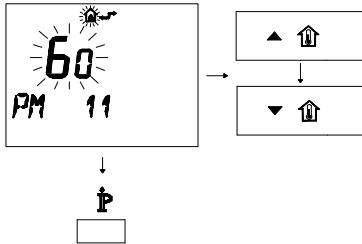

Figura 5.58
- Per modificare il SET programmato agire sui pulsanti \uparrow o \downarrow e aspettare che il numero programmato cominci a lampeggiare (Figura 5.58). Ogni passo incrementato o